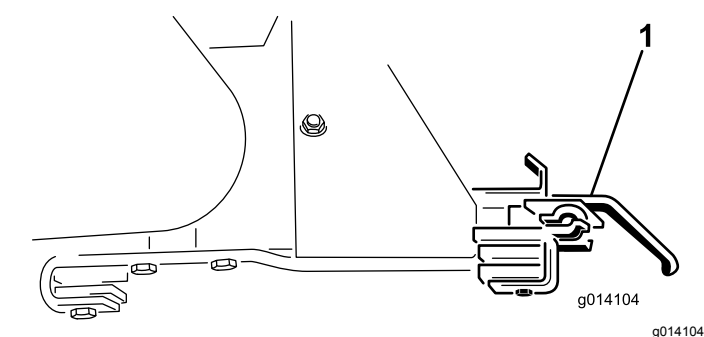

Figura 59
18. Retire os dois suportes de ligação do acessório (Figura 59).